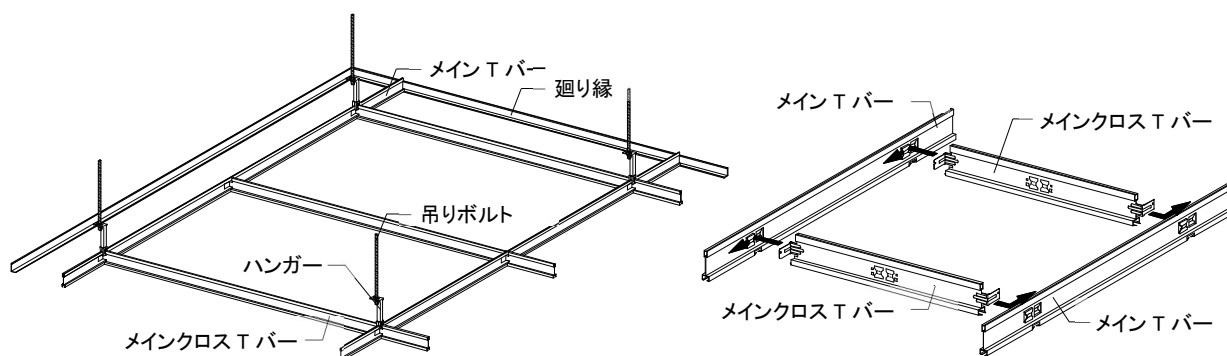

図2-4-3 Tバーの取付け③(メインクロスTバー設置)
④メインクロスTバーをメインTバーにジョイントする。設置時は以下の点に留意すること。
- 1) メインTバーのジョイント孔(メイン孔)にメインクロスTバー端部のジョイントツメをスライドさせて差し込む。(図 2-4-3 参照)